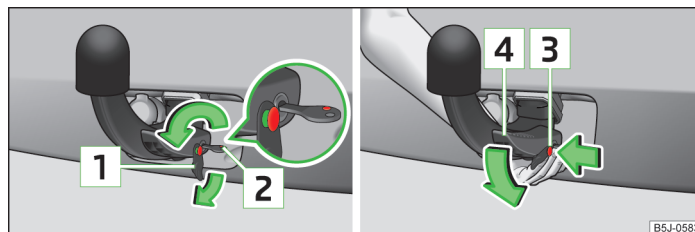

Abb. 108 Bedienungshebel der Kugelstange entriegeln / Kugelstange lösen
- › Die Kappe **1** » Abb. 108 vom Schloss der Kugelstange in Pfeilrichtung abziehen.